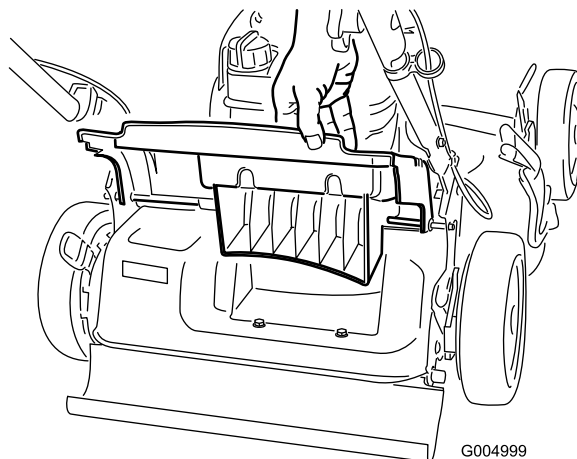

Figure 26
1. Soulevez le volet arrière et gardez-le dans cette position (Figure 26).